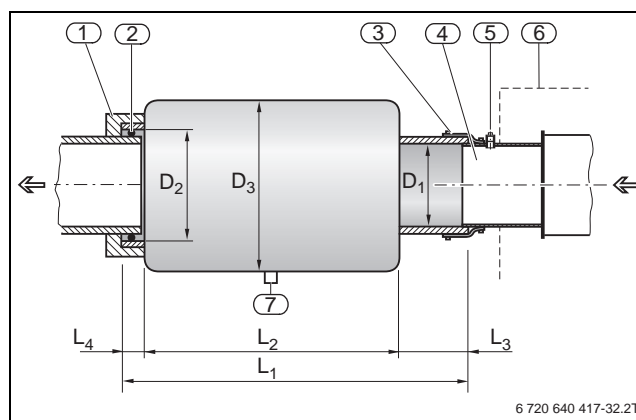
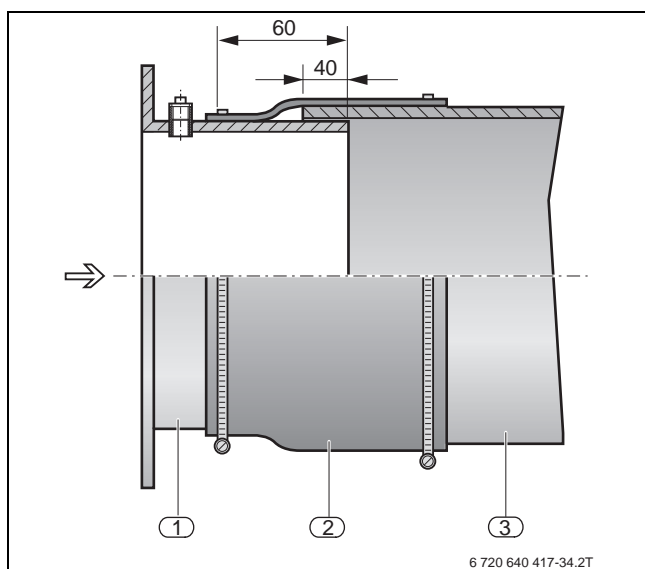

Рис. 39 Глушитель дымовых газов с уплотнительной манжетой для отделения корпусного шума
Рис. 40 Уплотнительная манжета дымовой трубы
Значительная часть шума, возникающего при сжигании топлива, может передаваться на здание через систему отвода дымовых газов. Специальные глушители дымовых газов значительно снижают уровень шума ( $\rightarrow$  рис. 39).
Показанный глушитель ( $\rightarrow$  рис. 39) снижает шум в дымовой трубе на 10 - 15 дБ(А) и при расчёте системы отвода дымовых газов потерей давления в нём можно пренебречь.
Шумоглушитель имеет опору ( $\rightarrow$  рис. 39, [3]) и специальную уплотнительную манжету ( $\rightarrow$  рис. 40, [1], стр. 59). Эта ступенчатая уплотнительная манжета и дополнительный уплотнительный шнур препятствуют передаче корпусного шума от котла в систему отвода дымовых газов (соединительный участок).
- [3] Уплотнительная манжета дымовой трубы ( $\rightarrow$  рис. 40, стр. 59)
Для надёжного и плотного соединения патрубка дымовых газов котла с соединительным участком дымовой трубы фирма Buderus предлагает уплотнительную манжету ( $\rightarrow$  рис. 40, стр. 59).